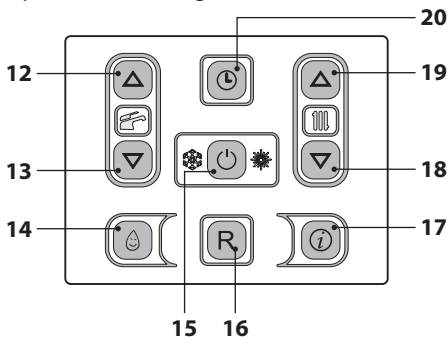
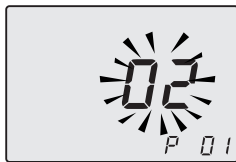

Figura 5.46
Figura 5.47
- Entrare in "modalità programmazione" premendo contemporaneamente per 10 secondi i tasti 15 - 18 - 19 (Figura 5.46) fino a far apparire sul display LCD le lettere **P01** e il valore del parametro, indicanti l'entrata nel "parametro 01" (Figura 5.47).
- Premendo il tasto 15 (Figura 5.46) si ottiene la conferma del valore inserito.